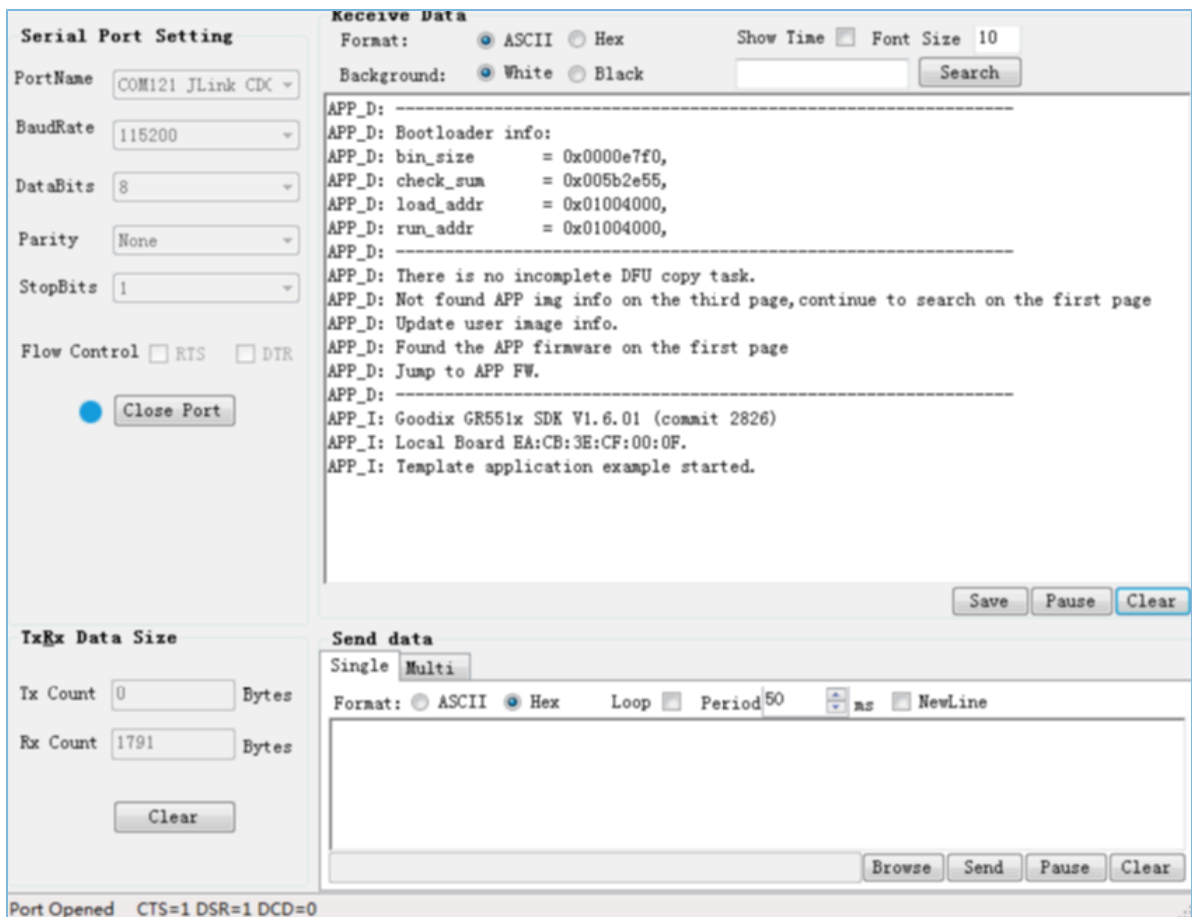

图 3-4 升级完成后应用固件成功运行
4. Second Boot固件中集成了BLE OTA功能，可参考《GR551x OTA示例手册》“在ble_app_template_dfu中进行固件升级”章节升级固件，升级完成之后会自动跳转至新的应用固件运行。此时GRUart串口界面如图 3-4所示。